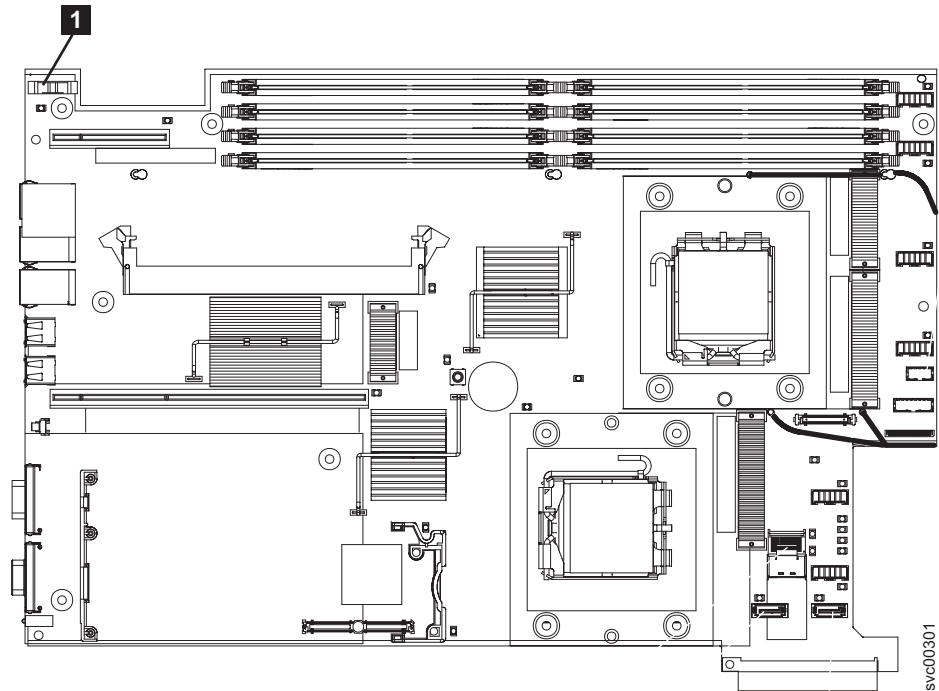

図 171. SAN ポリユーム・コントローラー 2145-8G4の CMOS バッテリー・ホルダーの位置
3. バッテリー **1** をシステム・ボード上で見つけます。587 ページの図 171 には、このバッテリーのロケーションを記載してあります。